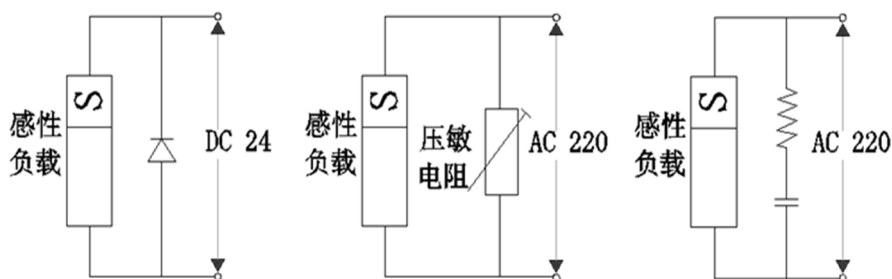

图 3-10 感性负载浪涌抑制器的应用示例
- ◆变频器连接感性负载设备时（电磁接触器、继电器、电磁阀等），请务必在该负载设备线圈上使用浪涌抑制器，如图3-10所示。